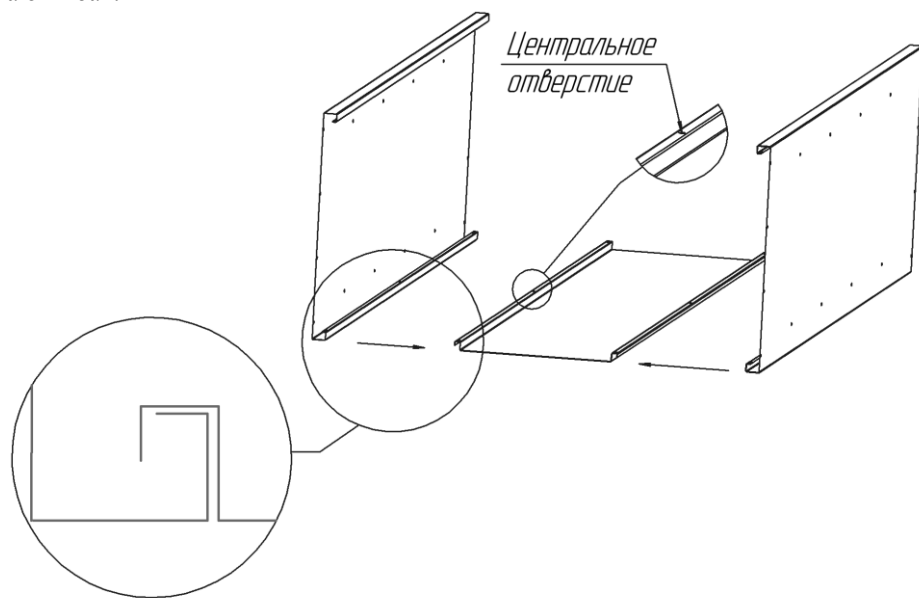

Рис.1
7.1. Расположить заднюю и боковые стенки, как показано на рис. 1.